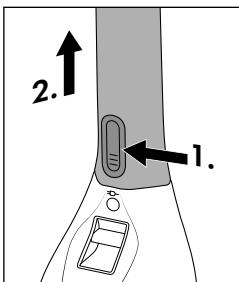

Bild 3
- ◆ Tryck på upplåsningsknappen 3 och dra försiktigt av det långa skaftet 2 från motorenheten 8 (se bild 3).